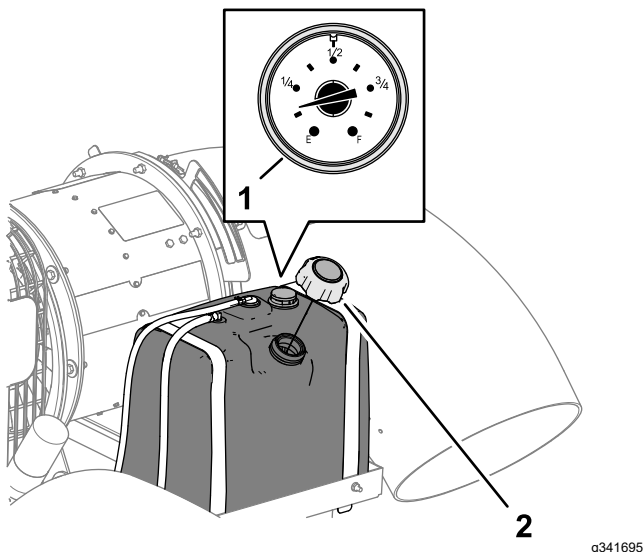

Figura 13
2. Limpe a zona em redor do tampão do depósito de combustível e retire-o (Figura 13).
4. Volte a colocar o tampão do depósito de combustível (Figura 13).